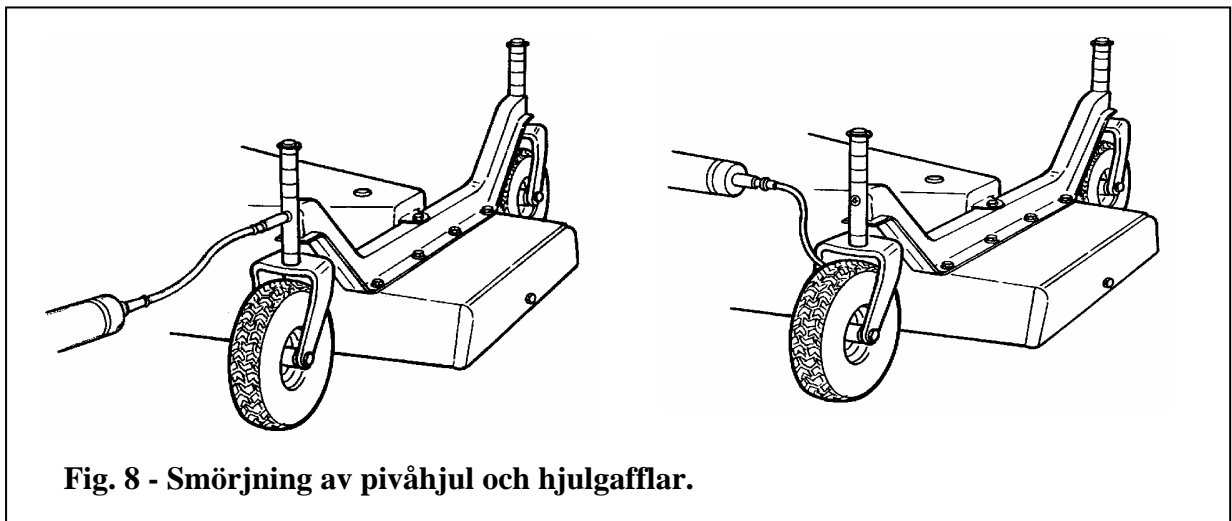

Fig. 8 - Smörjning av pivåhjul och hjulgafflar.
1. **Smörj drivaxeln, pivåhjul och hjulgafflar:**. Spruta två eller tre salvor av fett till knutkorset, axellager och teleskoprören, samt hjularmslager och hjullager (**se fig. 8**). Läs drivaxelns bruksanvisningar för mer information.